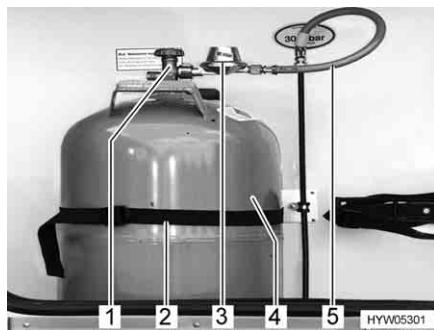

Fig. 56 Vano portabombole
- Chiudere la valvola principale di arresto (Fig. 56,1) della bombola del gas (Fig. 56,4). Osservare la direzione della freccia.
- Svitare manualmente il regolatore di pressione del gas (Fig. 56,3), con il tubo del gas (Fig. 56,5), dalla bombola del gas (filettatura sinistrorsa).
- Allentare le cinghie di fissaggio (Fig. 56,2) ed estrarre la bombola del gas.